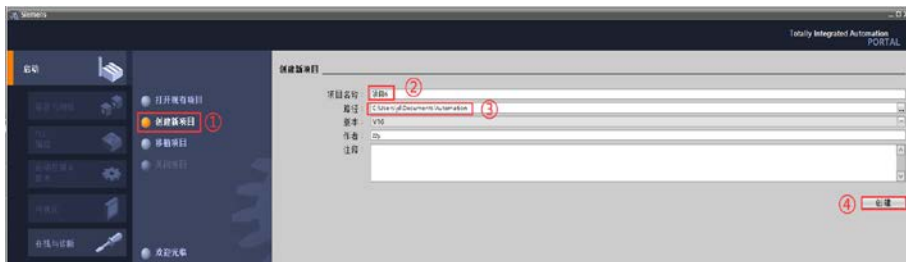

图 3.1 创建 PLC 项目
1. 双击桌面的 TIA Portal V16 快捷图标 ，打开 TIA Portal V16 软件，进入【项目视图】界面，选择【创建新项目】，并填写项目名称和修改项目保存的路径，并点击【创建】按钮创新 PLC 项目，如图 3.1 所示。